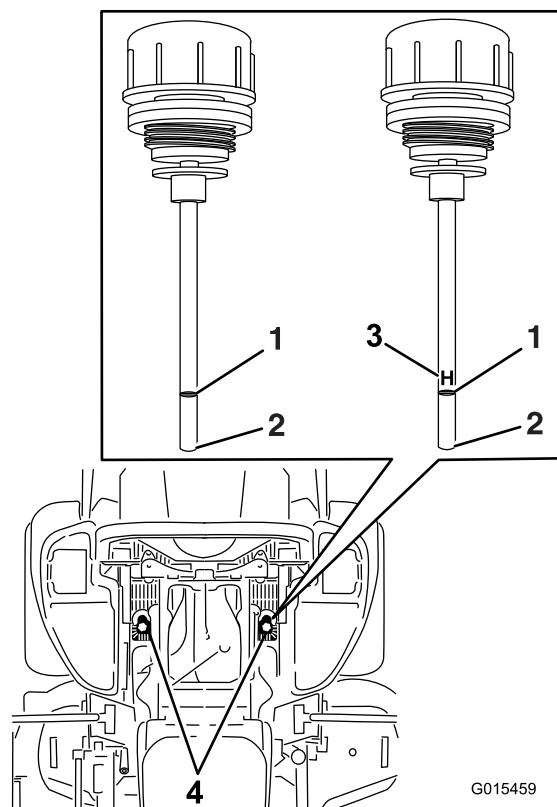

Figura 88
6. Limpie la zona alrededor de las varillas de los depósitos de los sistemas hidráulicos (Figura 88).
7. Retire una varilla del depósito de aceite hidráulico (Figura 88).
9. Retire la varilla e inspeccione el extremo (Figura 88). Si el nivel de aceite está en la marca Add (añadir), vierta lentamente en el depósito hidráulico sólo la cantidad de aceite necesaria para que el nivel llegue hasta la marca de Lleno o **H**.